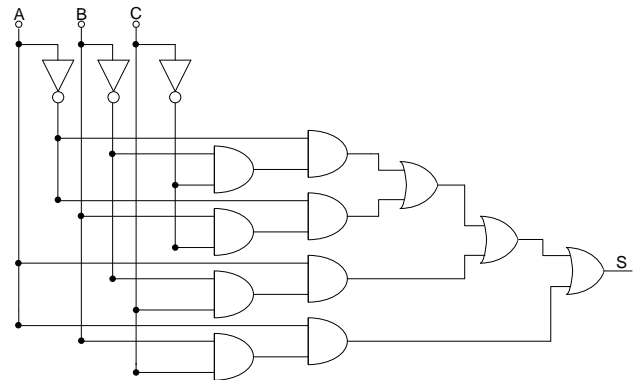

Figura 09
32.A saída S do circuito, apresentado na figura 09, após a simplificação, pode ser representada por